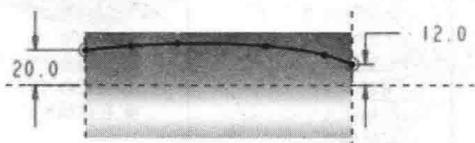

图 1.4 草图 1
Step3. 创建图 1.4 所示的草图 1。在操控板中单击“草绘”按钮 ; 选取 FRONT 基准平面为草绘平面, 选取 RIGHT 基准平面为参考平面, 方向为下, 单击 **草绘** 按钮, 绘制图 1.4 所示的草图。